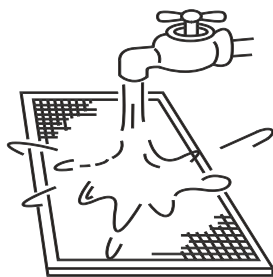

Рисунок 13.2
- б. Во время чистки водой приточная сторона фильтра должна быть направлена вниз (см. рис. 13.2).